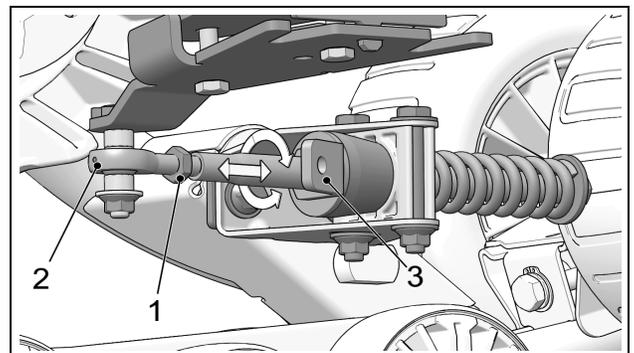

Abbildung 7
- Lösen Sie Gegenmutter (1). Stellen Sie die Länge des Stangenkopfes (2) ein, indem Sie das Lenkbegrenzer-Stützblech (3) des Stabilisierungsarms drehen. Verwenden Sie einen 30 mm [1 3/16 Zoll] Schraubenschlüssel, um das Stützblech so zu drehen, dass die Wasserwaage exakt ausgerichtet ist. Siehe Abbildung 7.